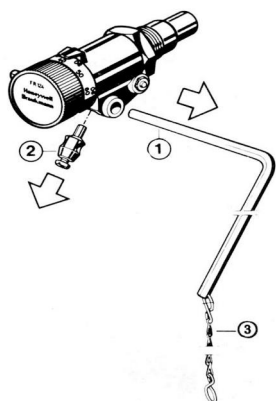
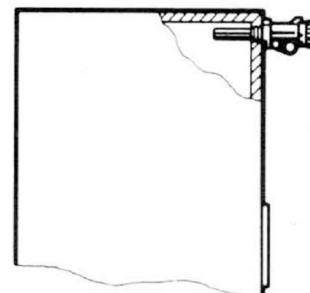

Рис.4
Рис.6
Установка: Рис. 4 снимите рычаг ① и соединитель ②. Рис 5 Вертикальная установка. Рис. 6 горизонтальная установка. Вкрутите регулятор в котел в вертикальном либо горизонтальном положении. Установите рычаг ① в обратной последовательности (см. рис.4), закрепите винтом соединитель ② и отрегулируйте цепь ③.
- в случае горизонтальной установки (рис.6) используйте черные цифры.